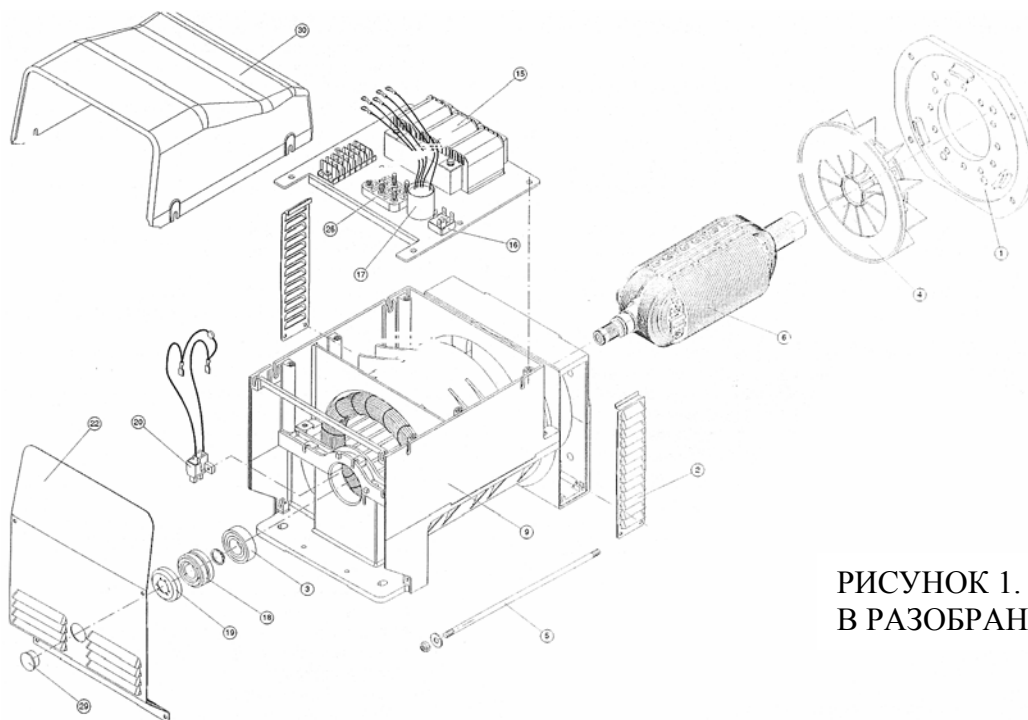

РИСУНОК 1. ГЕНЕРАТОР
2 ПЕРЕЧЕНЬ ДЕТАЛЕЙ ГЕНЕРАТОРА (см. рис. 1)
- 1). Снимите крышку трансформатора (деталь “30” на рис. 1)